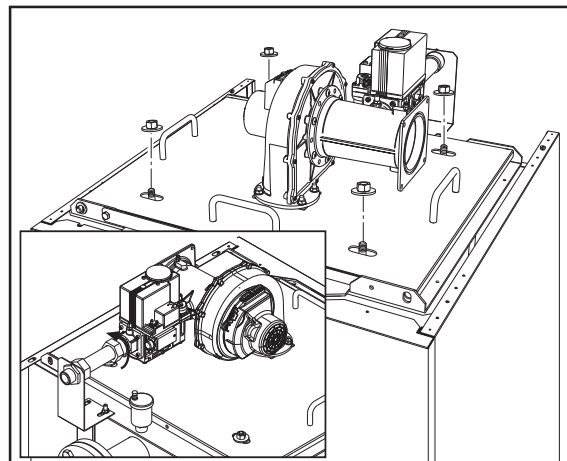

рис. 43
3. Снимите четыре гайки с шайбами (рис. 43).
4. Открутите газовый штуцер (в рамке рис. 43).
Осторожно закрутите 4 гайки (рис. 43).